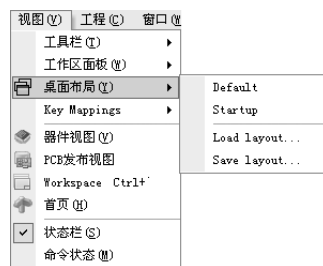

图 1-13 “桌面布局”命令子菜单
① “Design Compiler”（设计编译器）命令：用于控制设计编译器相关面板的打开与关闭，包括编译过程中的差异、编译错误信息、编译对象调试器及编译导航等面板。
② “Help”（帮助）命令：用于控制帮助面板的打开与关闭。
③ “Instruments”（设备）命令：用于控制设备机架面板的打开与关闭，其中包括 Nano-board 控制器、软件设备和硬件设备 3 部分。
④ “System”（系统）命令：用于控制系统工作面板的打开和隐藏。其中，“库”“Messages（信息）”“Files（文件）”和“Projects（工程）”工作面板比较常用，后面章节将详细介绍。
⑤ “Other”（其他）命令：介绍其他命令，如“OpenBus 调色板”命令。
3) “桌面布局”命令：用于控制桌面的显示布局，其子菜单如图 1-13 所示。